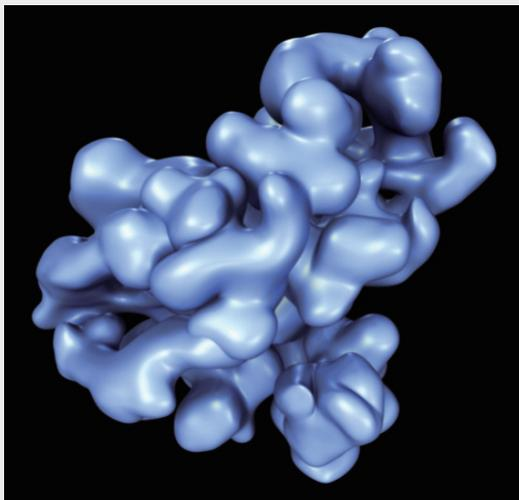

图3-56
**步骤10：**处理好一个结构单体后，可以复制该单体并调整角度。将多个单体堆积起来，形成更复杂、有出有入的蛋白结构状态，如图3-56所示。